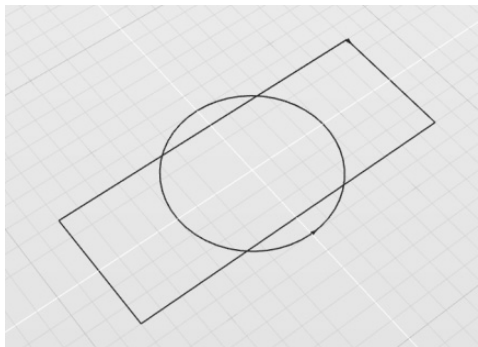

图 3-48 打开练习文件
1) 打开素材文件夹“练习 (3.4.2_1)”中的 Evolve 文件, 可见两曲线“圆#1”和“矩形#1”, 如图 3-48 所示。